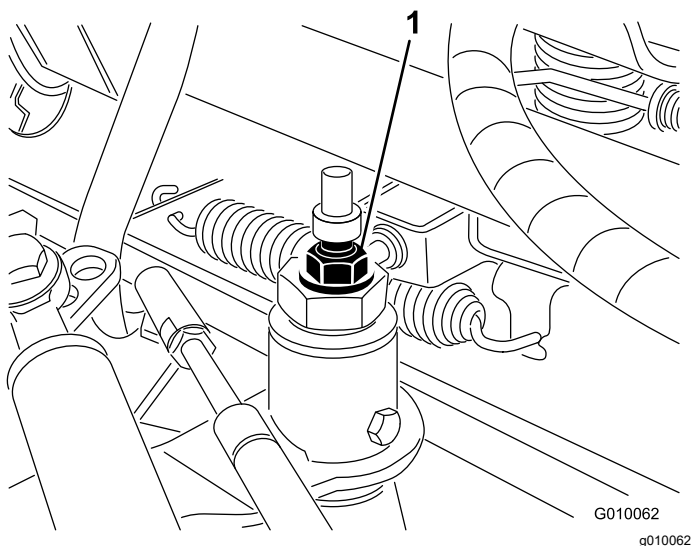

Figura 56
3. Slăbiți contrapiulia camei de reglare a tracțiunii (Figura 56).